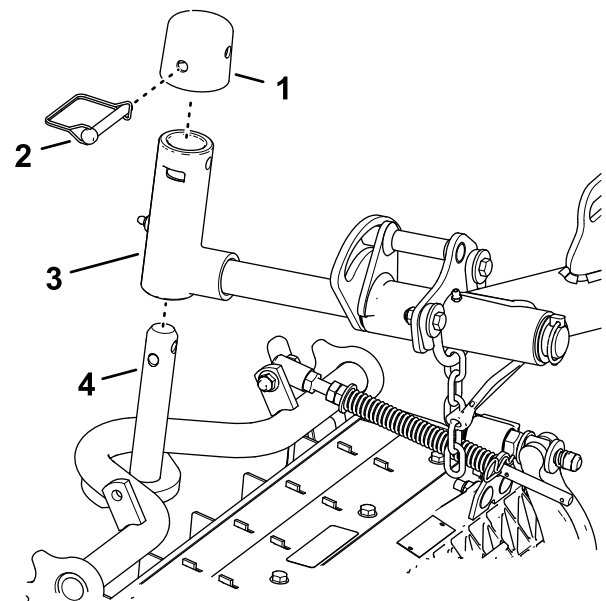

Figure 17
1. Glissez une unité de coupe sous le bras de levage (Figure 17).
**Blocage du pivot des unités de coupe sur une pente** – Bloquez le pivot des unités de coupe pour empêcher celles-ci de pivoter vers le bas quand vous tondez à flanc de pente. Utilisez le trou dans la chape de pivot (Figure 17) pour bloquer l'unité de coupe. Utilisez la fente pour une unité de coupe de direction.